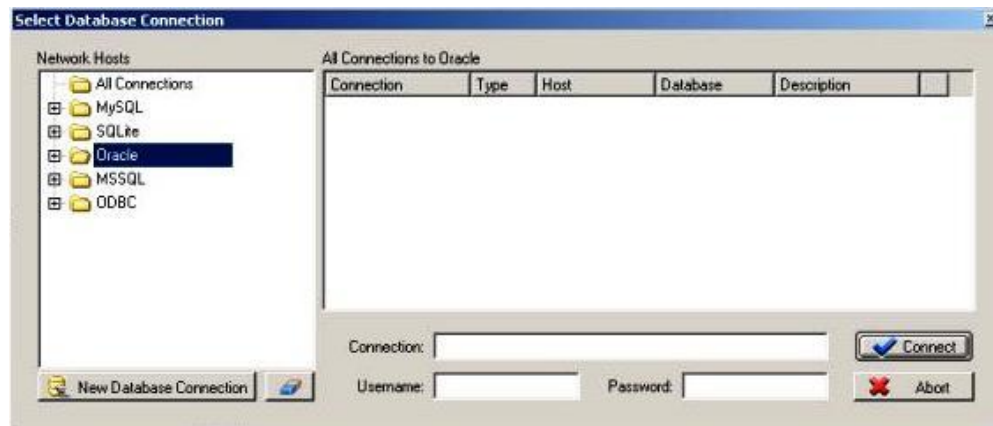

Figure 3 : connexion à une base de données
- 2) Lancer à partir du menu: database → connect to database (figure 3)